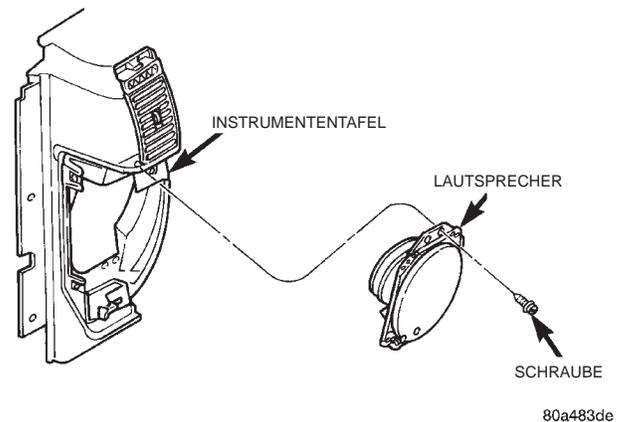

Abb. 6 Instrumententafellautsprecher aus- und einbauen
(3) Mit einem Hartkunststoffstab oder einem ähnlichen, geeigneten Werkzeug die Ober- und Unterkanten der Blende vorsichtig abhebeln, so daß die beiden Halteclips gelöst werden, mit denen die Blende an der Instrumententafel befestigt ist.
(4) Lautsprecherblende von der Instrumententafel abnehmen.
(5) Schaumgummi-Dämpfstück vom Lautsprecher abnehmen.
(6) Die vier Schrauben lösen, mit denen der Lautsprecher am Instrumententafelträger befestigt ist (Abb. 6).
(7) Lautsprecher so weit aus der Instrumententafel herausziehen, daß der Steckverbinder vom Lautsprecher abgezogen werden kann.
(8) Steckverbinder vom Lautsprecher abziehen.
(9) Lautsprecher von der Instrumententafel abnehmen.